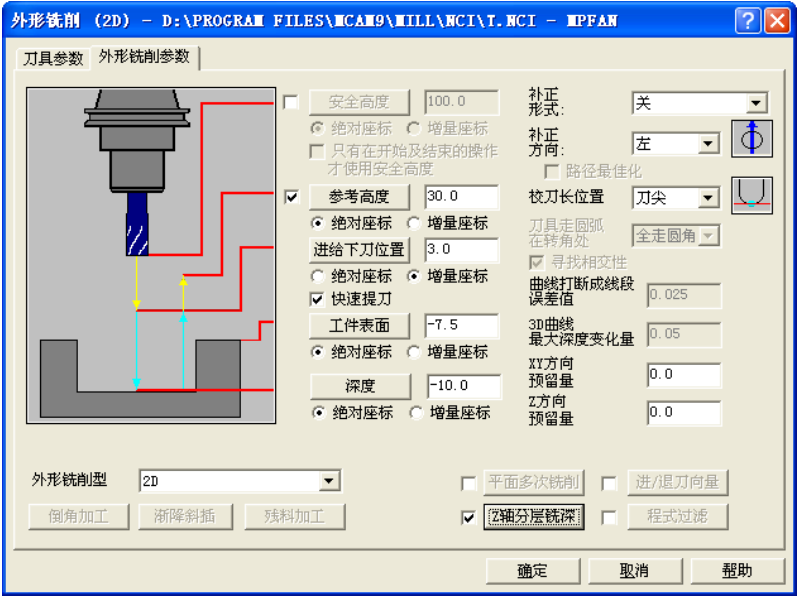
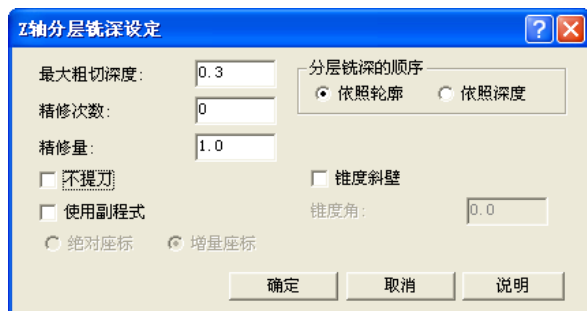
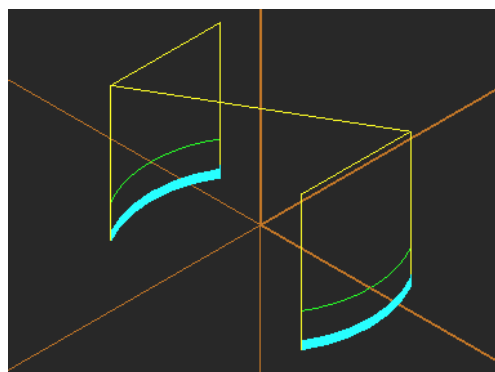

图 7-53 步骤 8) 外形铣削参数
图 7-54 步骤 8) 的 Z 轴分层铣深设定
图 7-55 步骤 8) 刀具路径模拟
8) 选择“外形铣削 (2D)”，图形选择如图 7-55 所示，在“刀具参数”选项卡中输入进给率：400、下刀速率：100、提刀速率：2000、主轴转速：2500，勾选：喷油；在“外形铣削参数”选项卡中输入参考高度：30、进给下刀位置：3，点选“增量坐标”，勾选“快速提刀”，工件表面：-7.5，深度：-10，XY 方向预留量：0，Z 方向预留量：0，补正形式选择“关”，勾选“Z 轴分层铣深”，不勾选“进/退刀向量”，其余参数默认，如图 7-53 所示；在“Z 轴分层铣深设定”对话框，设定最大粗切深度：0.3，其余默认，如图 7-54 所示，刀具路径模拟如图 7-55 所示。